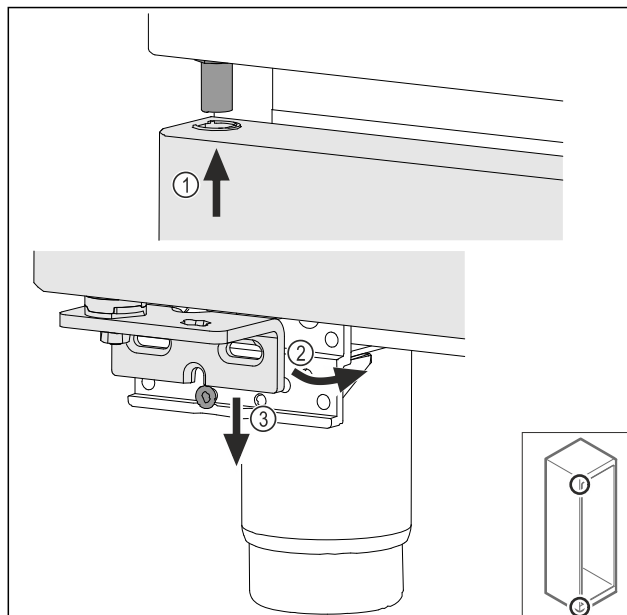

Fig. 44
- Rahlo nagnjena vrata vstavite zgoraj Fig. 44 (1), poravnajte vrata Fig. 44 (2) in jih spodaj postavite na vijak ležajnega podstavka Fig. 44 (3).